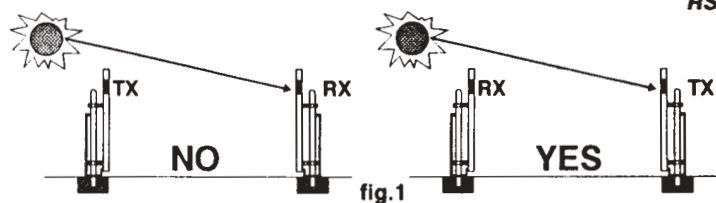

fig.1
- 8.01 Inserire l'attenuatore nella colonna facendolo scorrere nelle apposite guide con la molla rivolta verso il basso. Posizionarlo in modo da farlo coincidere con l'elemento che si intende allineare (fig.1).
- 3.03 When positioning the barriers make sure that sun rays do not strike the receivers perpendicularly (fig.1).